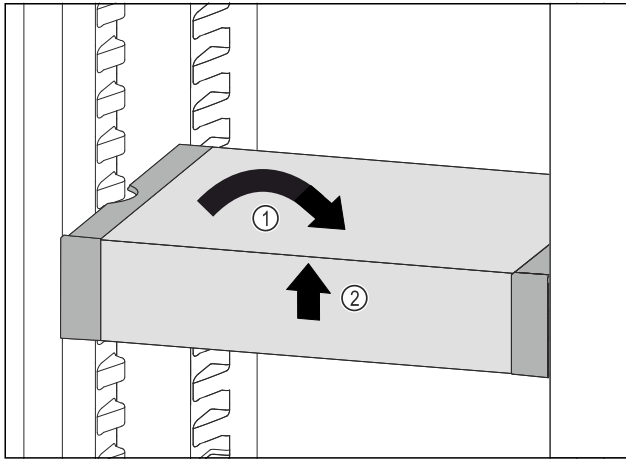

Fig. 85
- ▶ 将 VarioSafe 放平。Fig. 85 (1)
- ▶ 抬起 VarioSafe 前部。Fig. 85 (2)